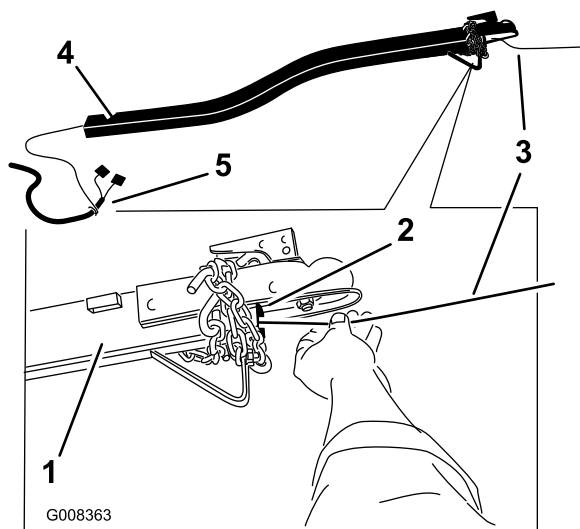

Figure 2
2. Passez le fil le long de la flèche de manière qu'une partie soit visible à chaque extrémité (Figure 2).